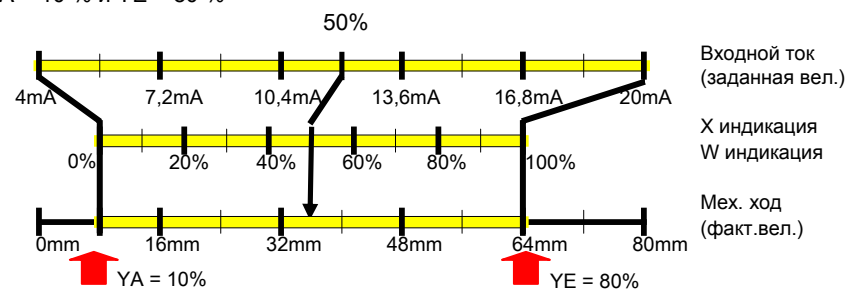

Рис. 4-9 Зависимость хода от нормирования, а также от YA и YE на примере 80 mm-поступательного привода
44.AFCT	<p>Функция тревоги</p> <p>Привод может сигнализировать превышение (max) или выход за нижнюю границу (min) заданного хода или угла поворота.</p> <p>Срабатывание тревог (концевых контактов) завязано на MPOS-масштабирование (см. рис. 4-9, стр. 85). Сигнализация тревог осуществляется через модуль тревоги (номер заказа 6DR4004-6A или -8A). Дополнительно тревоги могут считываться через HART-интерфейс (опция). Направление действия двоичных выходов может согласовываться с системами слежения от High-aktive до Low-aktive.</p>